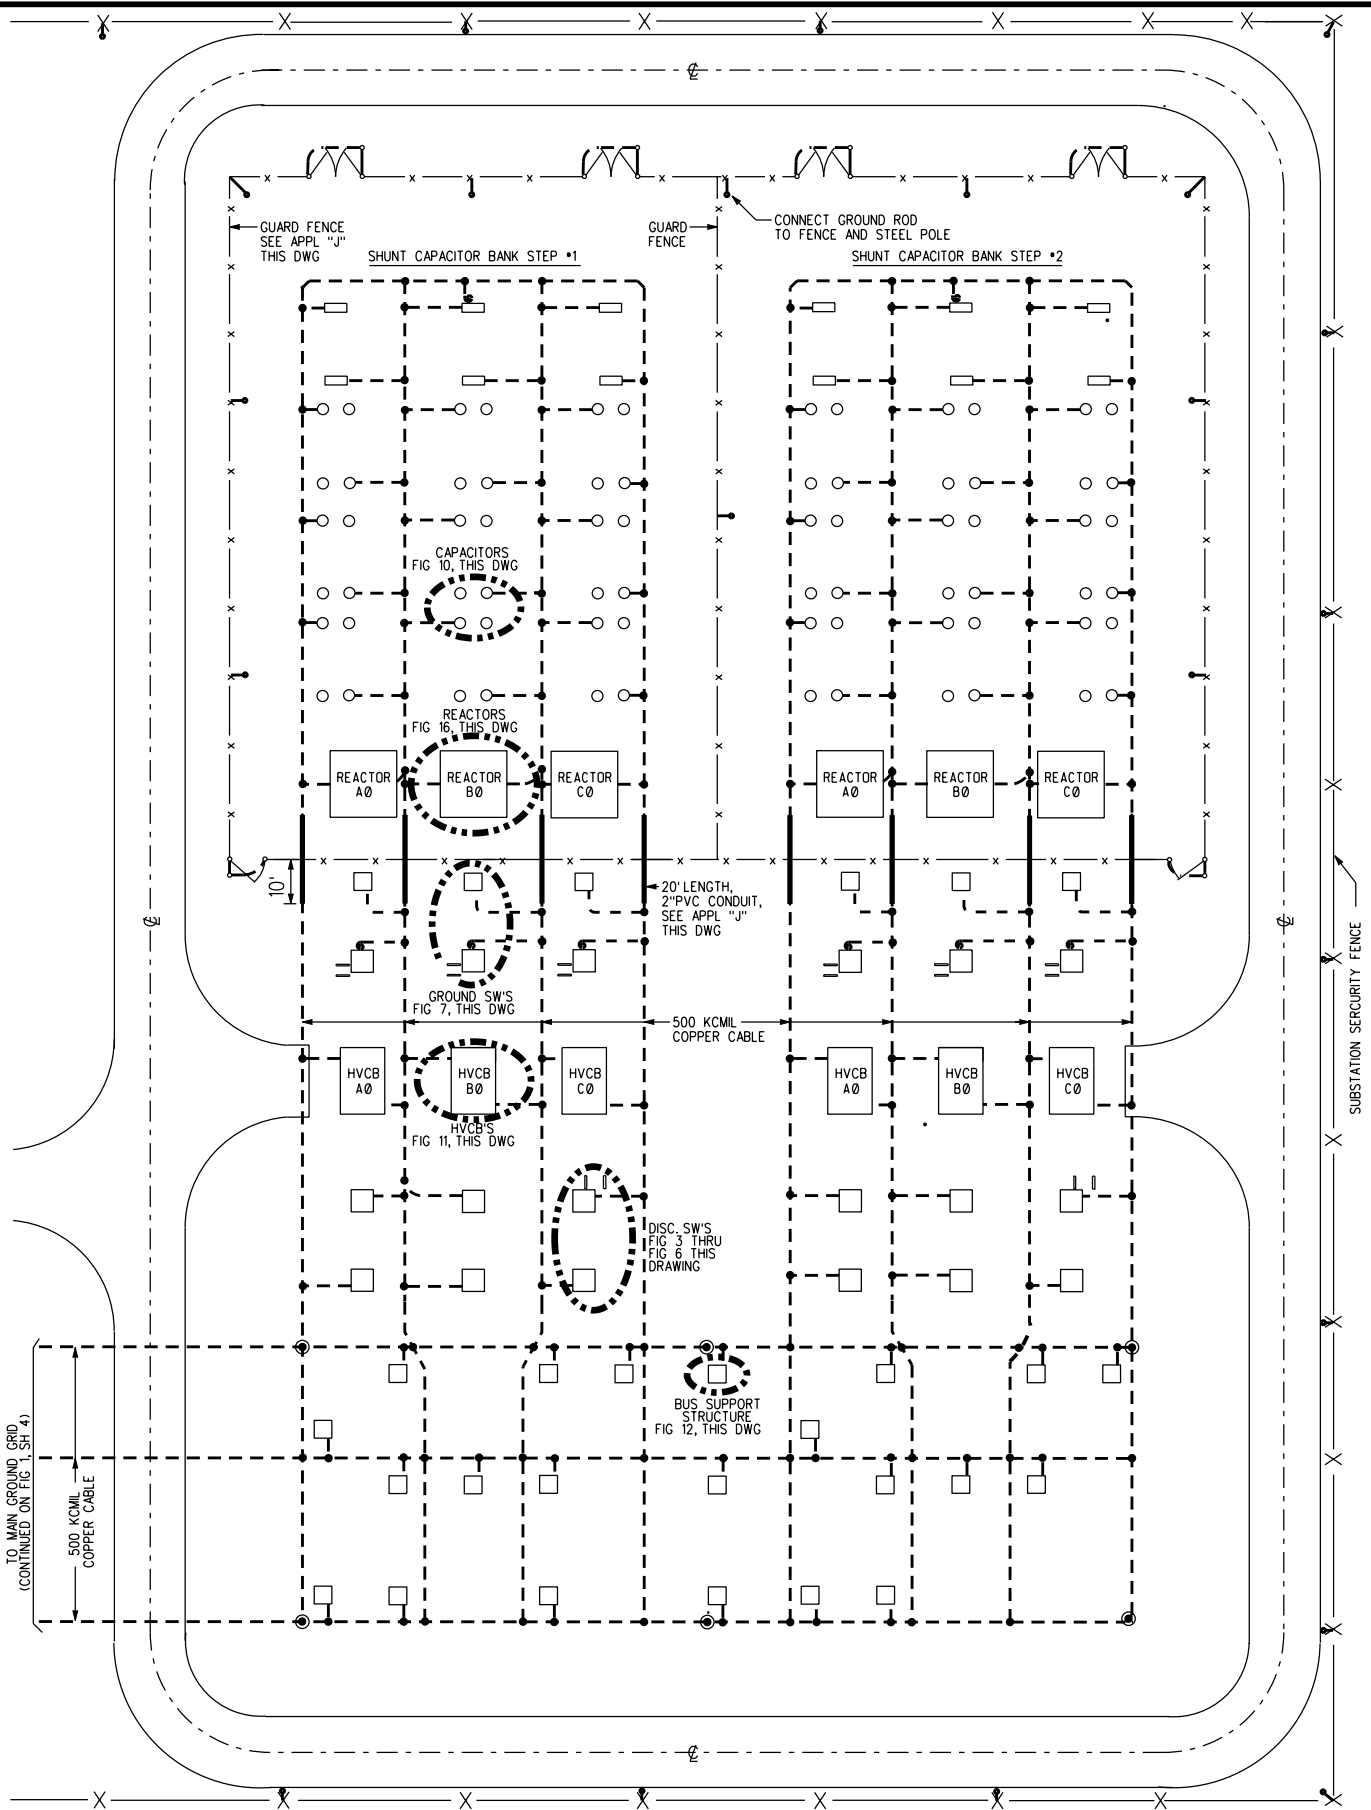

FIGURE 2
PENINSULA GROUNDING SYSTEM IS REQUIRED FOR TRANSMISSION SHUNT CAPACITOR BANKS. FOR PENINSULA GROUNDING, THE GROUND CONDUCTORS ARE ELECTRICALLY CONNECTED TO THE MAIN STATION GROUND GRID AT ONLY ONE POINT AND TOTALLY ISOLATED FROM ALL FENCES, FENCE GROUNDS AND THE STATION GROUND GRID EXCEPT AT ONE POINT OF INTERCONNECTION. USE TWO (2) 500 KCMIL COPPER CABLES FOR 60KV THROUGH 230KV AND THREE (3) 500 KCMIL COPPER CABLES FOR 500KV SYSTEMS TO INTERCONNECT TO THE STATION GRID AND EXTEND THE CONDUCTORS INTO THE CAPACITOR GROUND GRID AREA. (SEE FIG 2, THIS DRAWING). EACH CAPACITOR STEP IS INDIVIDUALLY FENCED. THIS GUARD FENCE SHOULD BE SEPARATED FROM THE MAIN GROUNDING GRID AND ALL OTHER EQUIPMENT BY AT LEAST 10 FEET, AND MAY JOIN ADJACENT CAPACITOR GUARD FENCE OF ANOTHER STEP IN THE SAME CAPACITOR BANK GROUP. CAPACITOR GUARD FENCE SHALL NOT BE CONNECTED TO THE CAPACITOR GROUND GRID EXCEPT TO IT'S OWN GROUND RODS. CABLE PASSING UNDER CAPACITOR GUARD FENCE SHALL BE ISOLATED FROM FENCE BY PLACING CABLE IN 20 FEET LONG, 2" PVC PLASTIC CONDUIT. (SEE FIG 2, THIS DRAWING).